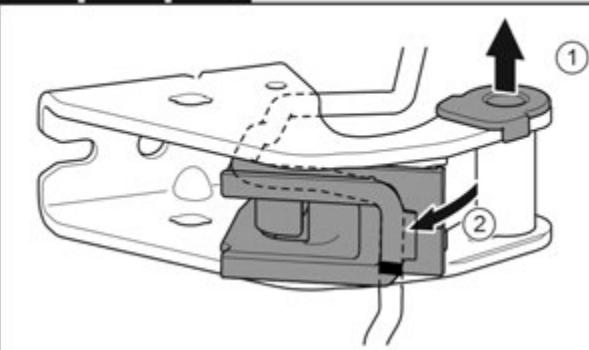

Fig. 26
- Витягніть із напрямної опорну втулку. Fig. 26 (1)
- Поверніть вбік тримач кабелю. Fig. 26 (2)